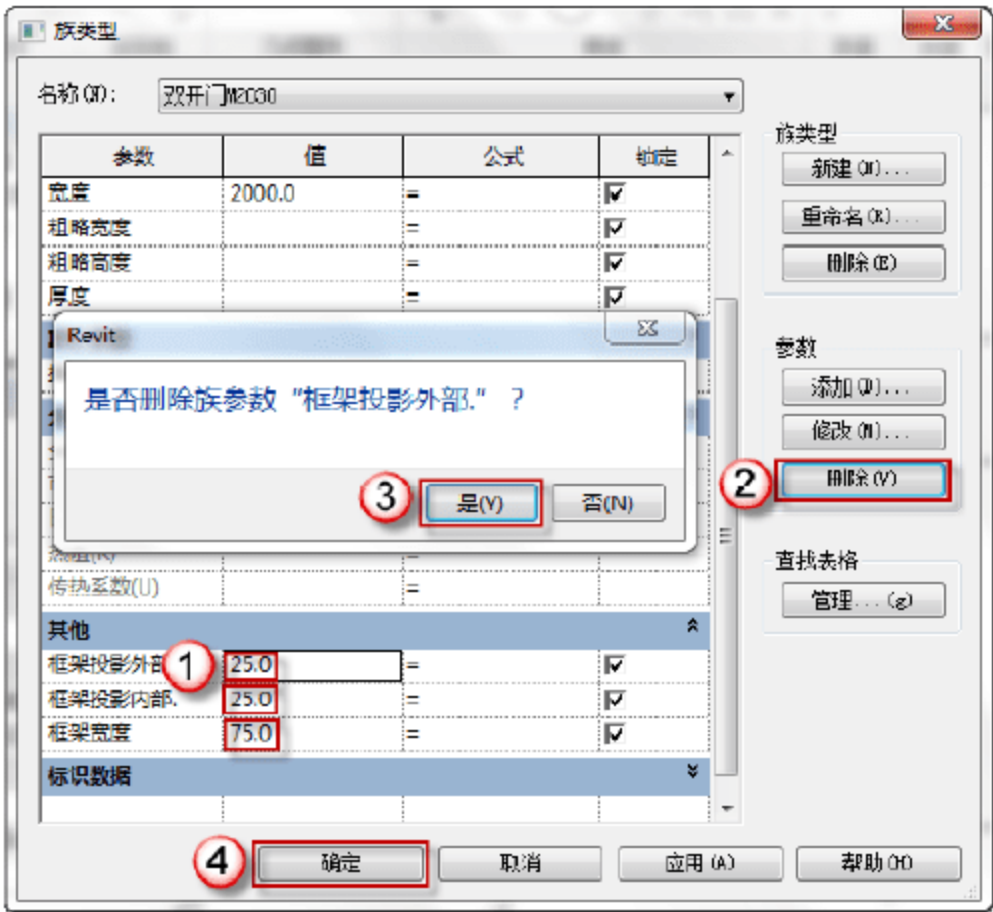

图 6.2.44 删除多余参数
(5) 删除多余参数。继续在“族类型”对话框中，单击“其他”栏的“框架投影外部”参数，单击对话框右侧“参数”下的“删除”按钮，弹出对话框，单击“是”按钮。重复上述步骤，将“框架投影内部”和“框架宽度”两个无效参数删除，最后单击“确定”按钮，结束“族类型”编辑，如图 6.2.44 所示。